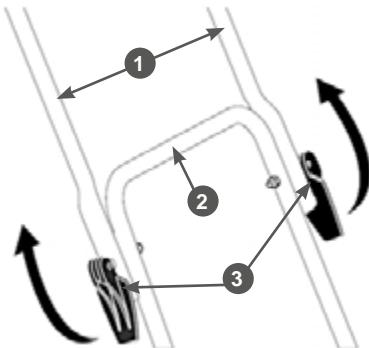

Рис. 5 Крепление верхней части рабочей рукоятки
- Установите верхнюю часть рукоятки в рабочее положение. Поднимите верхнюю часть 1 рукоятки, выровняйте её в одной плоскости с нижней частью 2, затем затяните эксцентриковые рычаги 3 (Рис. 5).